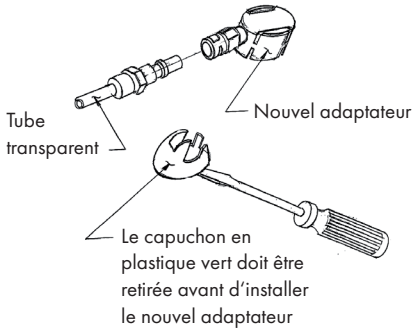

Figure 16
1. Retirez l'adaptateur fourni avec le fût et jetez-le dans le respect de l'environnement (voir figure 16).